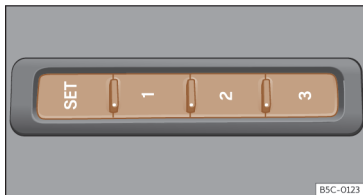

Fig. 74 No lado exterior do banco do condutor: botões de memória.
- Pressione o botão **SET** durante mais de 1 segundo >>> **Fig. 74**.